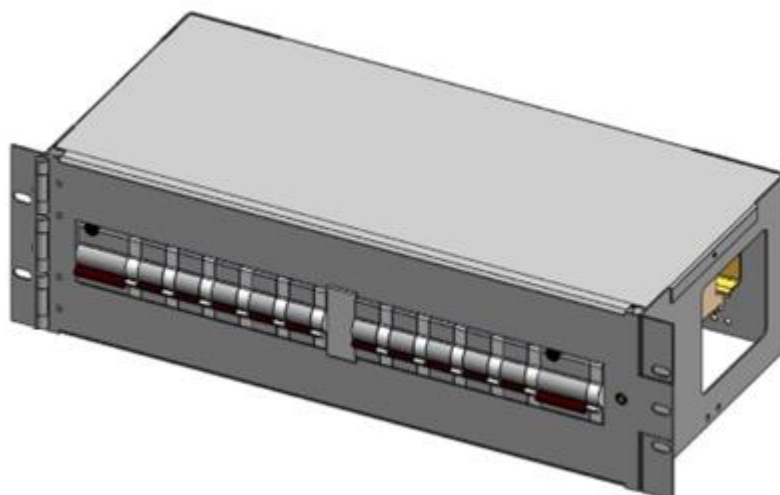

Figura 1 - TRU Tipo III – Aspeto Geral
- b) Os interruptores gerais de corte de cada uma das alimentações, devem ser instalados em extremos opostos da calha DIN, conforme exemplo na **Figura 1**.